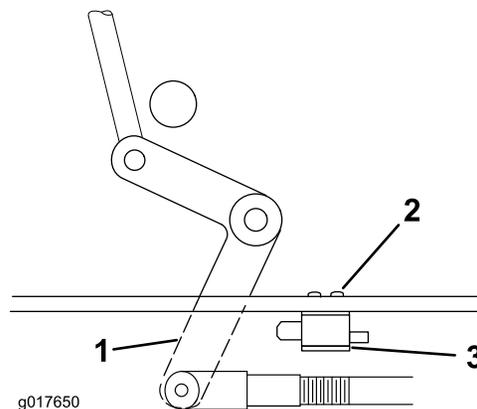

Figure 52
- Au besoin, réglez le contacteur de sécurité des lames en desserrant les boulons de fixation du support du contacteur (Figure 52).
- Déplacez le support de fixation jusqu'à ce que le levier coudé enfonce le plongeur de 6 mm (1/4 po); voir (Figure 52).